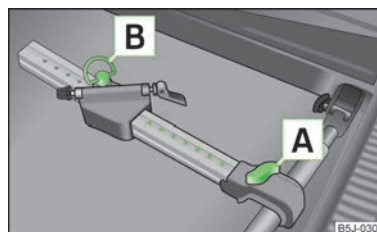

Fig. 57
- Extraer el tornillo **[A]** » fig. 57 un poco y deslizar el larguero (pieza de aluminio) hacia el travesaño hasta que el soporte encastre.
- Aflojar el tornillo **A** » fig. 57 de la página 61 y deslizar el portabicicletas junto con la bicicleta sujeta hacia la izquierda de modo de que el manillar no toque la ventanilla lateral del maletero.